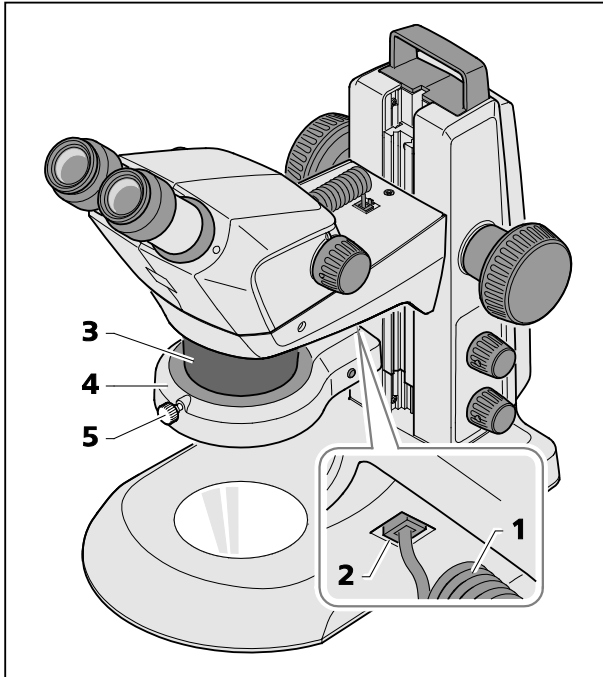
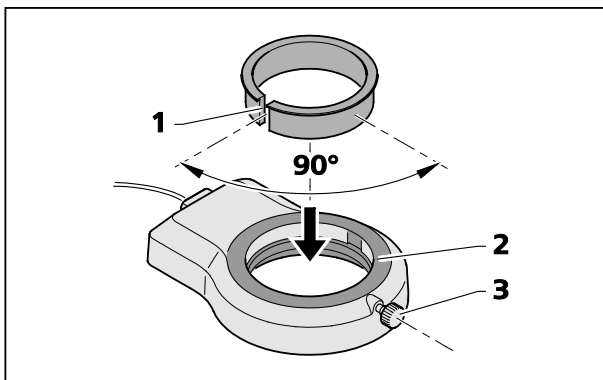

図 13 リングライトの顕微鏡本体への取り付け
図 14 リングライトの光学ヘッド 3 への取り付け
- リングライト (図 13/4) の接続ケーブル (図 13/1) を Stemi キャリアの下側のソケット (図 13/2) とリングライトのソケットに差し込みます。
- リングライトを下側から顕微鏡本体 (図 13/3) に取り付け、ローレット付きボルト (図 13/5) で固定します。
- 光学ヘッドと同梱されていたスリットアダプターリング (図 14/1) を上からリングライト (図 14/2) に挿入します。
- 光学ヘッドのアダプターでリングライトを上へスライドさせ、固定ネジ (図 14/3) で固定します (図 13 と同様)。
アダプターの溝 (図 14/1) とリングライトの固定ネジ (図 14/3) が約  $90^\circ$  ずれている時、最も効果的に固定されます。